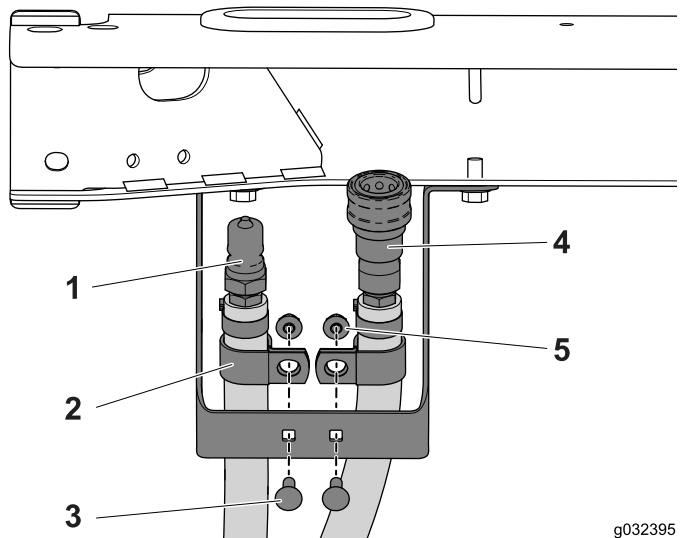

Figura 18
- Coloque una abrazadera en R sobre cada manguera (Figura 18).
- Utilice los 2 pernos de cuello cuadrado (1/4" x 3/4") y tuercas con arandela prensada para la instalación de la abrazadera en R y la manguera en el soporte (Figura 18).